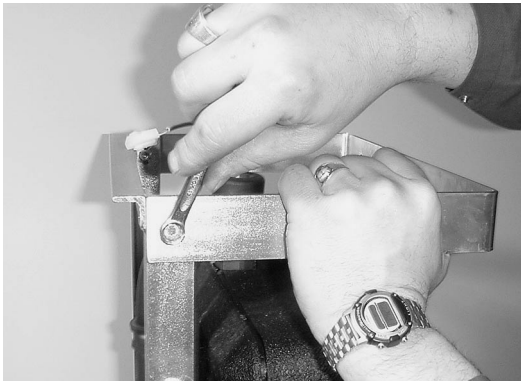

Bild 20: Wandhalterung an der Konsole befestigen
A) Standardmontage: Die Warmwasserstation wird mit dem Plattenwärmetauscher zur Wand zeigend montiert (**Bild 20**).
- Dabei die Bügel zum Plattenwärmetauscher weisend anbringen (vgl. **Bild 20**)
- Die Rohrschellen mit einem Schraubenzieher verschließen (vgl. **Bild 20**)